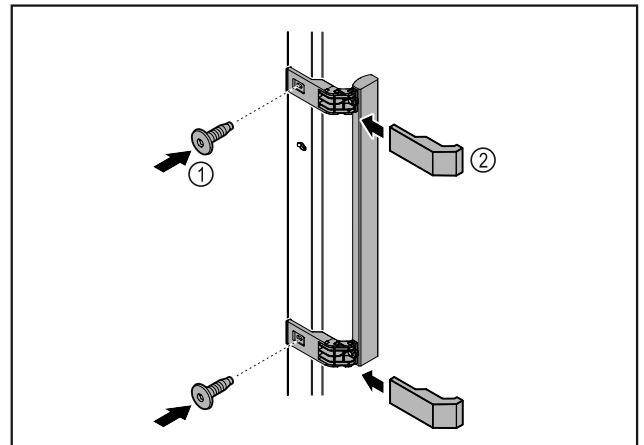

Fig. 3
- Griff aus dem Beipack mit den beiliegenden Schrauben Fig. 3 (1) an der Tür anbringen.
- Abdeckung Fig. 3 (2) aufsetzen.